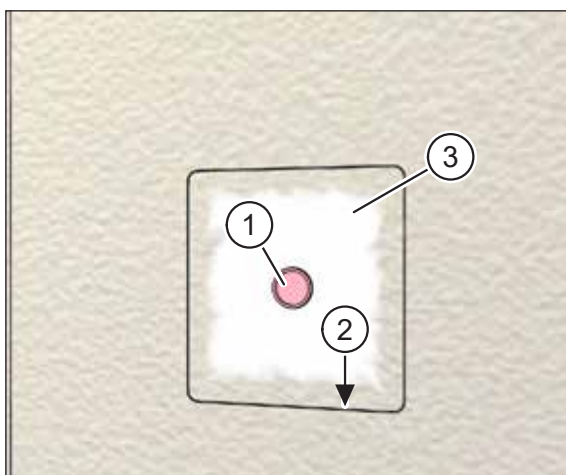

Fig. 26 : Kit de montage enduit à l'intérieur
- ▶ Enlevez le couvercle de signalisation (pos. 1 dans Fig. 26).
- ▶ À l'aide d'un couteau, fendillez l'enduit sur la face intérieure du cadre d'encastrement (pos. 2 dans Fig. 26).
- ▶ Enlevez avec précaution le couvercle de protection de l'enduit (pos. 3 dans Fig. 26) et l'insert en carton qui se trouve derrière.